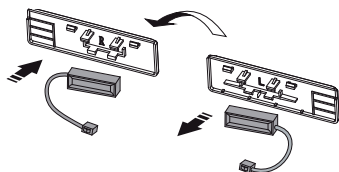

Fig. 18
18. Vyjměte jazýčkový spínač z podpůrného plastového segmentu, ve kterém je ukotven, a vsadte jej podle návodu do zrcadlového plastového dílu, označeného písmenem „R“, který naleznete v sáčku s příslušenstvím. Spínač neotáčejte - dodržujte uspořádání v nákresu (Fig. 18).